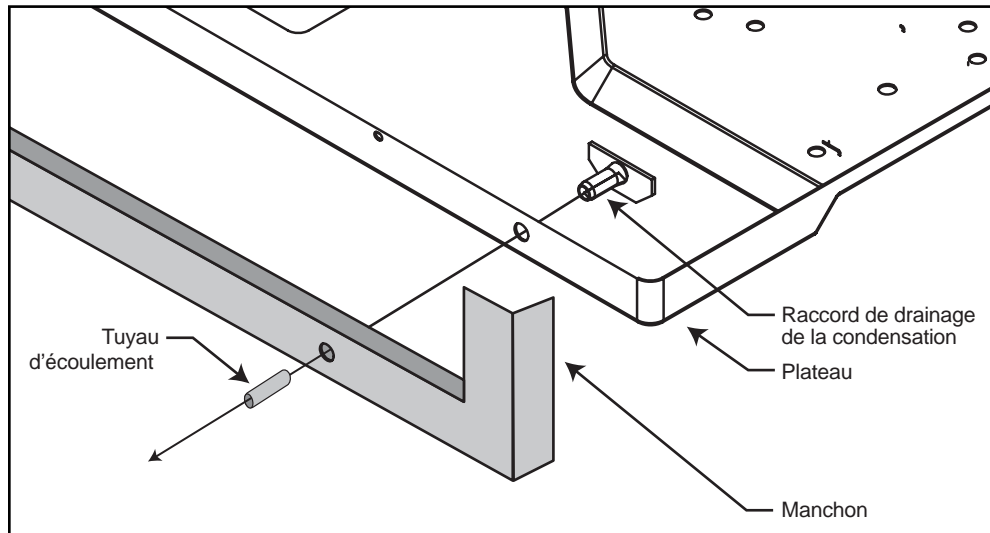

Figure 12
ÉTAPE 1 Enlever la plaque de vidange à l'arrière du plateau (consulter la Figure 12). Avec les vis de la plaque, installer le joint et le raccord de vidange sur le plateau.